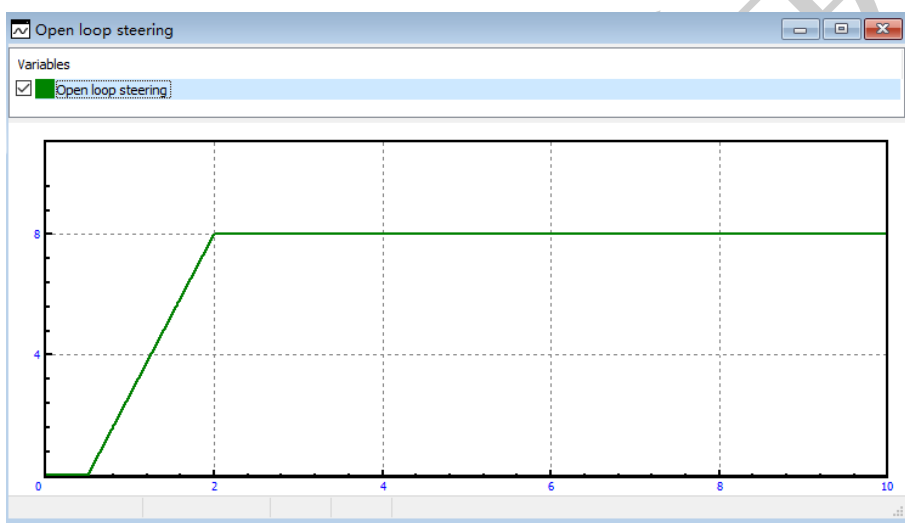

图 1.12
3. 定位到 **Road vehicle | Tests** 页面，确保当前选择的仿真工况为 **Open loop steering**。点击 **Steer angle plot** 下方的图标 ，可查看当前定义的转向盘转角时程曲线，如图 1.12 所示。